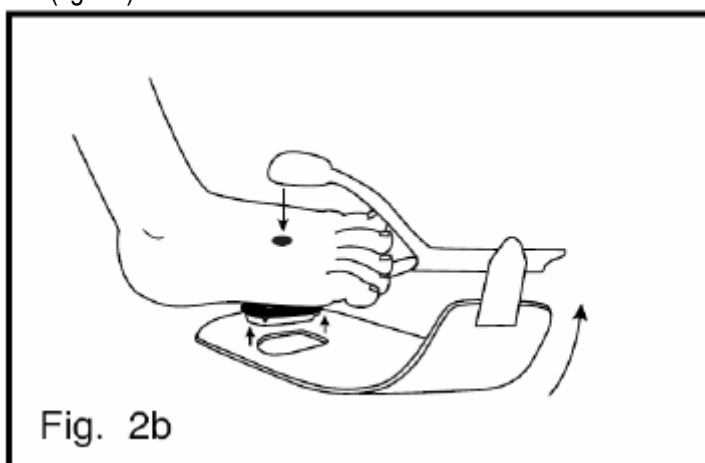

Fig. 2b
6. Enrole a tira de espuma em volta do pé, assegurando que a janela do emissor (estrela vermelha), na parte superior do pé, fica em oposição direta à localização do detector. Enquanto coloca a tira de espuma para fixar o sensor, certifique-se de que é mantido o alinhamento correto das janelas do detector e do emissor (fig. 2b).